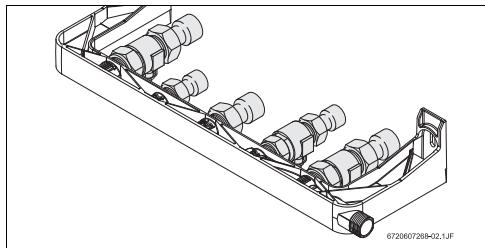
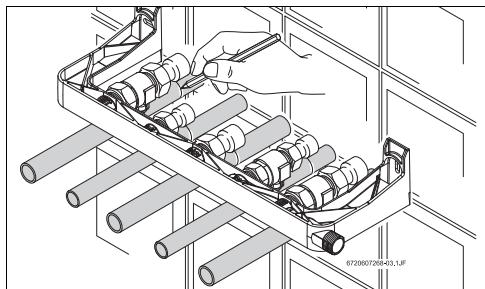

Fig. 2 Ligações já efetuadas
Fig. 3 Cortes
- Posicionar a barra já com todas as ligações efectuadas (Fig. 2) por cima da tubagem conforme ilustrado na Fig. 3.